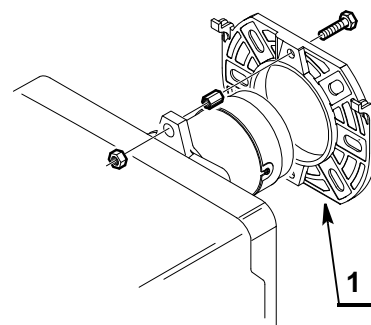

Abb. 7
- die Schraube in den Flansch 1) einsetzen und die beiden Muttern anfügen (siehe Abb. 7);